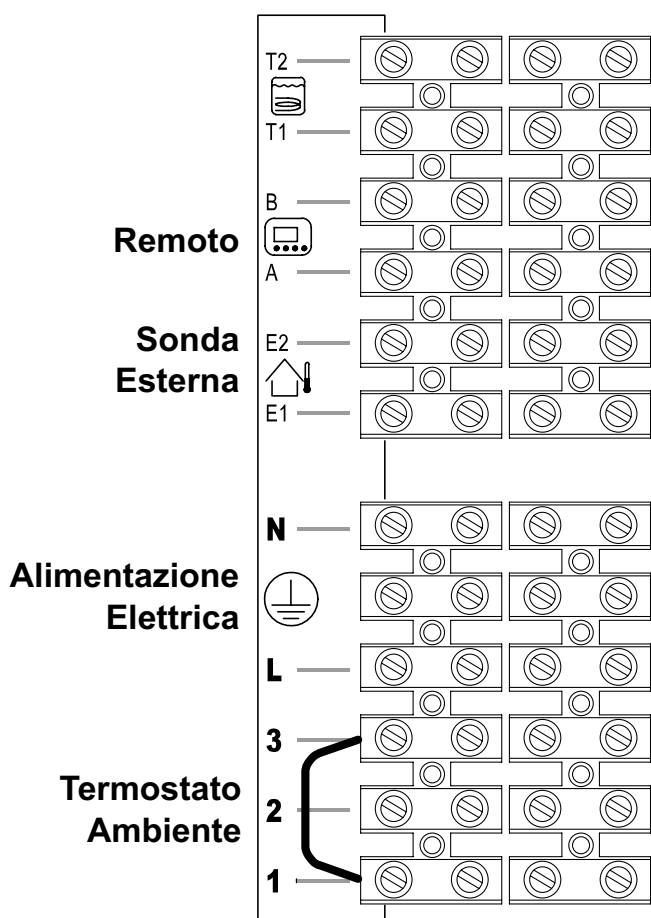
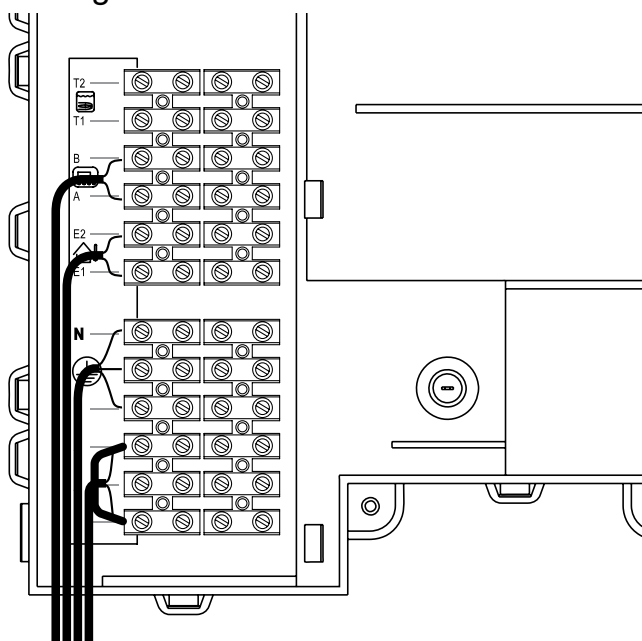

Figura 5.19
Figura 5.20
- Collegare il cavo di alimentazione elettrica proveniente dall'interruttore onnipolare alla morsettera di alimentazione elettrica della caldaia Figura 5.19 rispettando la corrispondenza della linea (filo marrone) e del neutro (filo azzurro).
Il percorso del cavo o dei fili di alimentazione elettrica della caldaia e del termostato ambiente devono seguire il percorso indicato in Figura 5.20 .
Per il collegamento di un termostato ambiente servirsi dei morsetti indicati in Figura 5.19 .
Per il collegamento di valvole di zona servirsi dei morsetti termostato ambiente indicati in Figura 5.19 e Figura 5.20. I conduttori elettrici dei contatti del micro della valvola di zona vanno inseriti nei morsetti "1 e 3" del-
la morsetti termostato ambiente come in Figura 5.20.
Il percorso del cavo o dei fili di alimentazione elettrica della caldaia e del termostato ambiente devono seguire il percorso indicato in Figura 5.20.
Il percorso dei fili di collegamento della sonda esterna devono seguire il percorso indicato in Figura 5.20 .
Il percorso del cavo del comando remoto deve seguire il percorso indicato in Figura 5.20 .